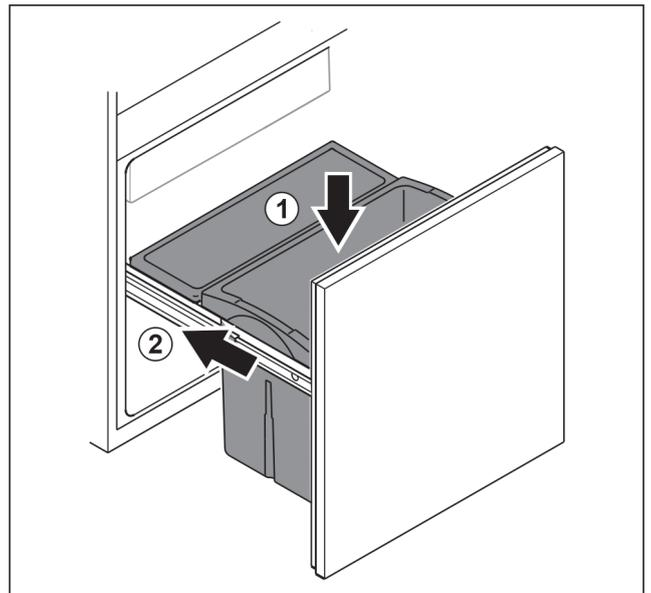

Fig. 90
- ▶ Schubfach von oben einsetzen. Fig. 90 (1)
- ▶ Auszugswagen einschieben. Fig. 90 (2)